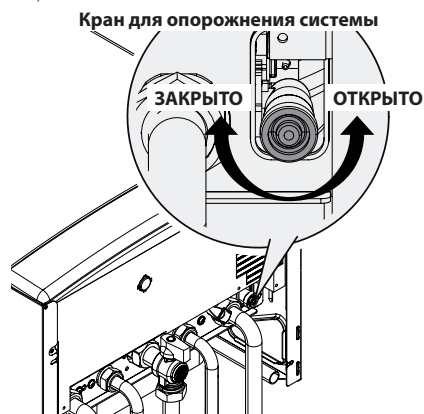

Рисунок 9.3
- Откройте кран опорожнения котла (см. Рисунок 9.3).